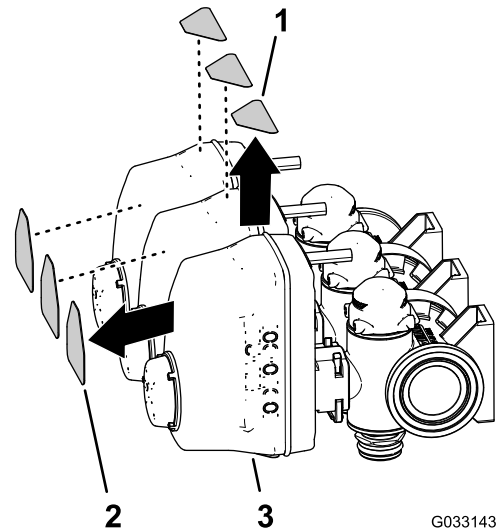

Bild 61
4. Entfernen Sie die Aufkleber an den drei Auslegerventilen und die drei Aufkleber für die Einstellung des Sicherheitsventils (**Bild 61**).